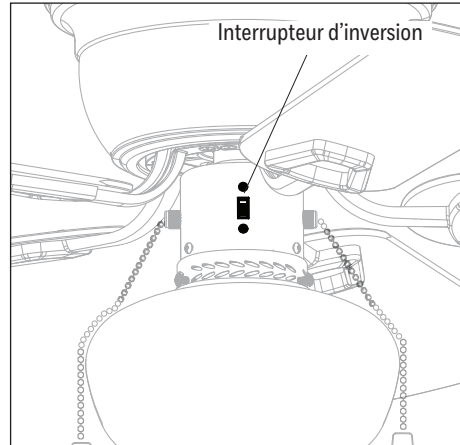

Figure 5.2
2. Un ventilateur de plafond permet de modifier le réglage de votre thermostat à la hausse en été et à la baisse en hiver, et ce, sans nuire à votre confort. **Lorsque les températures sont chaudes**, églez vous pouvez régler l'interrupteur d'inversion vers le bas pour orienter le débit d'air vers le bas et ainsi obtenir l'effet d'un vent rafraîchissant. **Lorsque les températures sont plus froides**, vous pouvez régler l'interrupteur d'inversion vers le haut pour orienter le débit d'air vers le haut et ainsi déplacer l'air chaud qui stagne au plafond (Figure 5.2). **Important** : Attendez que le ventilateur s'arrête avant de déplacer l'interrupteur d'inversion. L'interrupteur d'inversion doit être réglé complètement vers le haut ou complètement vers le bas pour que le ventilateur fonctionne. Si vous réglez l'interrupteur d'inversion au centre, le ventilateur ne fonctionnera pas.